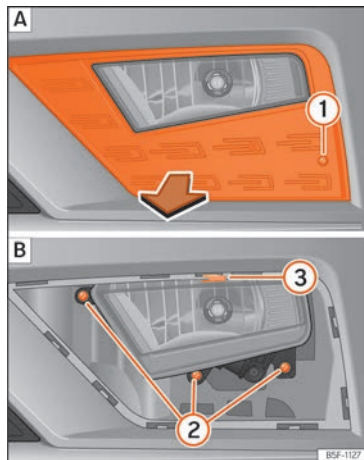
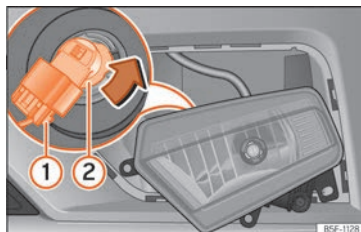

Fig. 113 Faro antiniebla: extraer la rejilla.
Fig. 114 Faro antiniebla: desmontar el porta-lámparas
1. Retire el tornillo » **fig. 113 ① A** de la rejilla del faro antiniebla utilizando un destornillador y extraiga la rejilla.
2. Retire los 3 tornillos » **fig. 113 ② B**.
3. Retire la grapa metálica situada en la parte superior del faro antiniebla tirando hacia el exterior del vehículo **③ B** y extraiga el faro antiniebla.
4. Extraiga el conector » **fig. 114 ①** de la lámpara.
5. Gire el portalámparas **②** a la izquierda y tire.